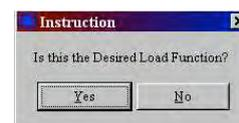

図 12
9. 図 12 のウィンドウが表示されたら、**Yes** をクリックする。